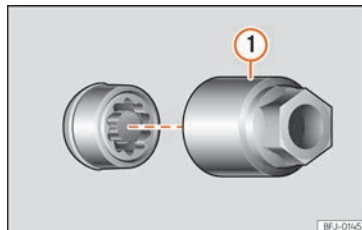

Abb. 196 Diebstahlhemmende Radschraube mit Abdeckkappe und Adapter
- Setzen Sie den Spezialadapter »» (Abb. 196) ① (Bordwerkzeug »» S. 264) bis zum Anschlag in die diebstahlhemmende Radschraube ein.